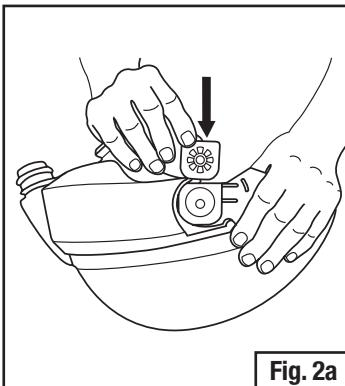

Fig. 2a
- Instale a placa traseira no casco do capacete. Ao instalar, o “moinho de vento” da placa deve estar voltado para o exterior e a marcação “M-960” estará localizada na parte inferior da placa. Instale primeiro a borda arredondada e deslize completamente na ranhura (Fig. 2a). Pressione suavemente a placa traseira para garantir que ele esteja nivelado na parte inferior da ranhura.